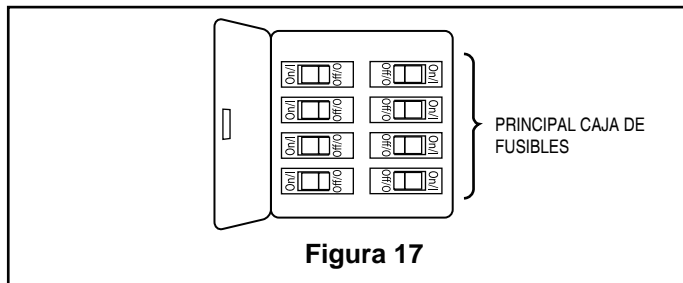

Figura 17
- 1. Vuelva a conectar la corriente eléctrica en la caja d distribución eléctrica mediante la conexión de la electricidad en la caja de fusibles principal. (Figura 17)